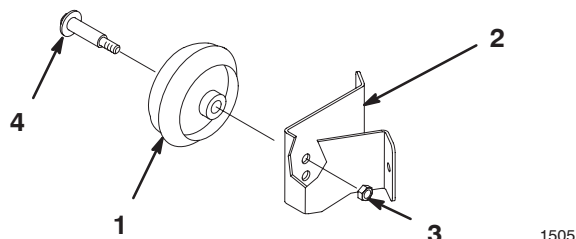

Figure 11
1. Pour modifier la hauteur des roues avant de la tondeuse, retirer le boulon de fixation de la roue et le changer de trou (Fig. 11).
2. Utiliser le trou du haut pour la plus petite hauteur de coupe, et le trou du bas pour les hauteurs de coupe supérieures (Fig. 11).